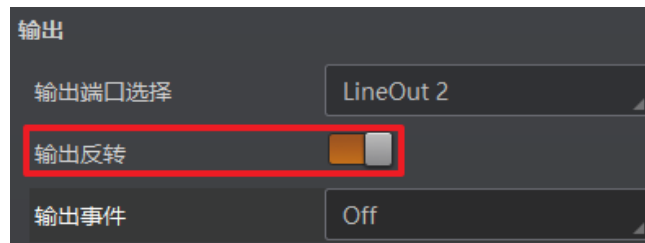

图4-67 输出反转
4. 若需要设备输出与此刻相反的信号，则启用输出反转功能，如图 4-67 所示。